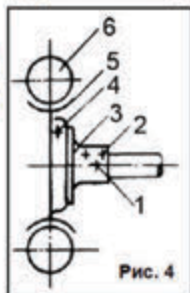

Рис. 4
- Ослабьте гайку зажимного болта и зажима барабана колеса, передвиньте ведущее колесо в желаемое положение, после чего вкрутите зажимной винт барабана колеса в отверстие на оси, накрутите зажимную гайку и затяните гайку на зажимном болте (См. Рис.4)
- Поставьте отжимной рычаг сцепления в расцепленное положение (disengage), отрегулируйте длину тормозного рычага (6), соответственно регулируйте гайку (8) и стопорную втулку (4) пока пружина (7) не будет сильно сжата, после чего затяните гайку (8) и винт (5) на стопорной втулке (4) (См. Рис. 4).